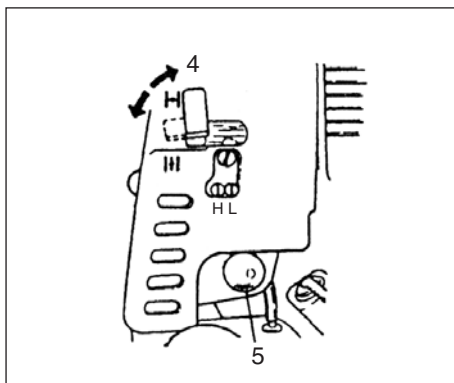

Рис.2-3
- \* Несколько раз нажать на заливочный баллон (5), чтобы топливо потекло через баллон или обратную трубку. (При наличии подобного оснащения) (Рис. 2-3)
3. Установить рычаг заслонки в положение CLOSED (ЗАКРЫТО) (4). (Рис. 2-3)